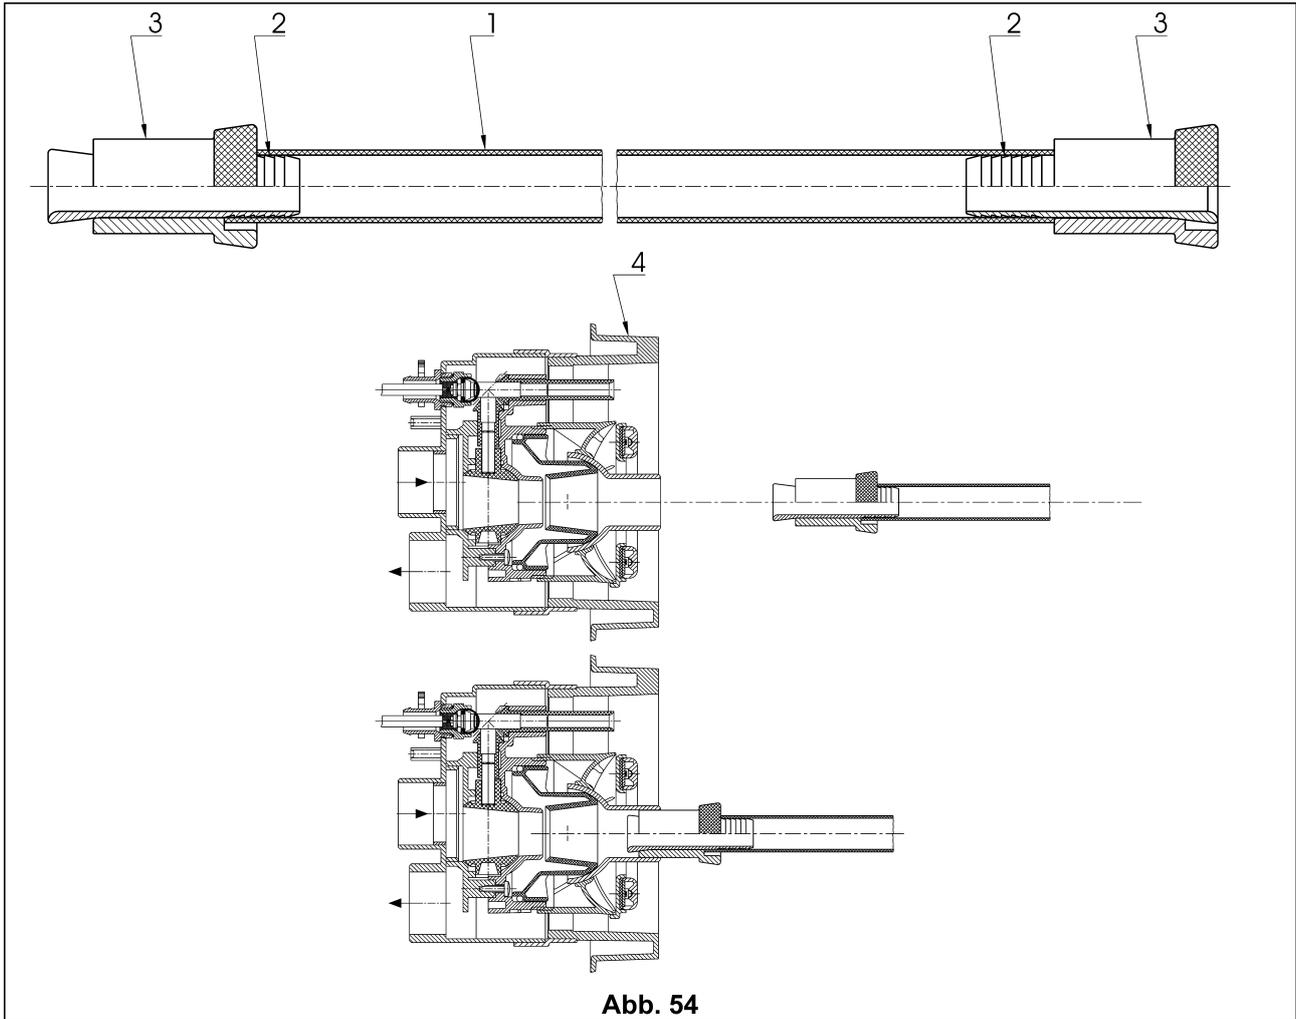

Abb. 54
8. Verwendung vom Massageschlauch, Art. 3008 (Abb. 54)